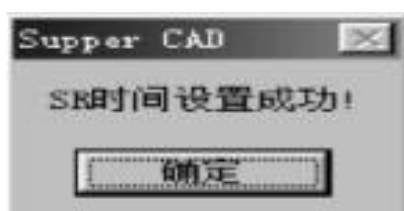

图 4.22 时间设置成功
d. 在此对话框中显示计算机的系统时间您只要点击“写进SR”按钮弹出如图 4.22 所示的提示，即更新SR的时间成功了。